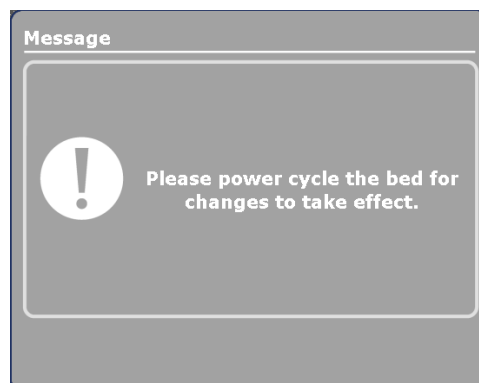

Figura 34: Ecrã Cycle Power (Reiniciar)
5. Depois de premir o botão **OK**, as opções serão guardadas e o, é apresentado o ecrã Cycle Power (Reiniciar) (Figura 34), que lhe pede para reiniciar a cama.
6. Reinicie a alimentação da cama ajustando primeiro o interruptor de desconexão da bateria para **OFF** (O) e desligando, de seguida, o cabo de alimentação da tomada de parede. Ligue de novo o cabo de alimentação à tomada de parede e volte a ajustar o interruptor de desconexão da bateria para **ON** (I).
4. Depois de premir o botão **OK**, é apresentado o ecrã **Cycle Power** (Reiniciar) (Figura 34), que lhe pede para reiniciar a cama.
5. Para reiniciar a cama, ajuste o interruptor de desconexão da bateria para **OFF** (O) e, de seguida, desligue o cabo de alimentação da tomada de parede. Ligue de novo o cabo de alimentação à tomada de parede e volte a ajustar o interruptor de desconexão da bateria para **ON** (I).